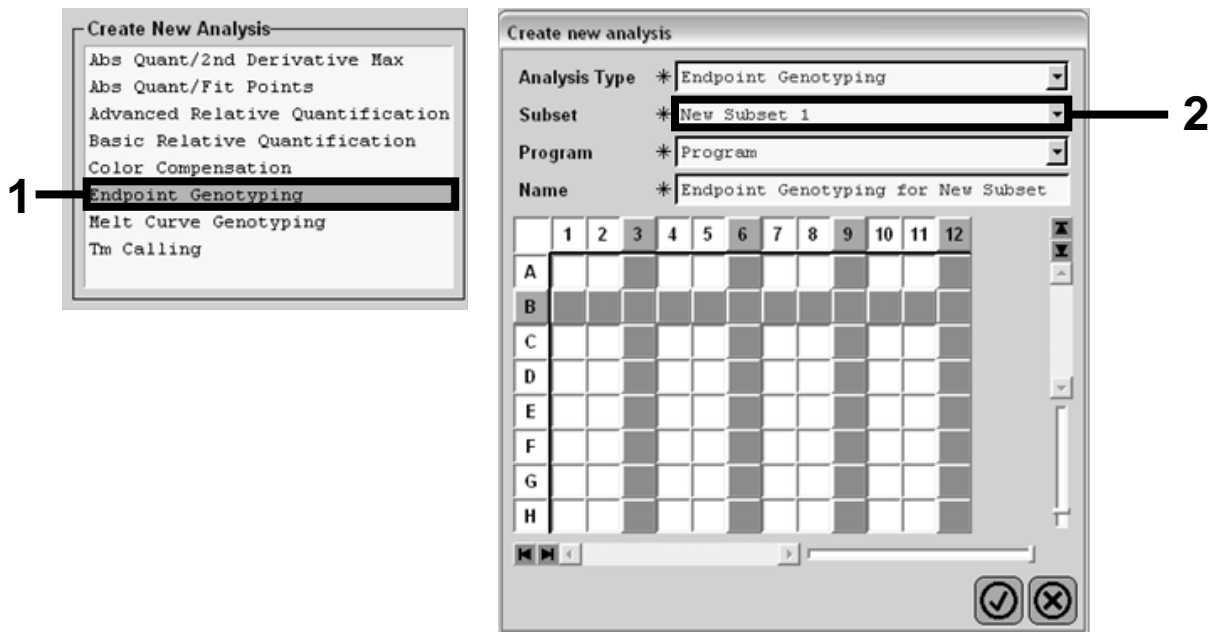

Abbildung 23. Auswahl des Analysetyps und des zu analysierenden Subsets.
14. Wählen Sie im "Create New Analysis"-Dialogfenster („Neue Analyse erstellen“) die Option "Endpoint Genotyping" („Endpunkt-Genotypisierung“) und wählen Sie dann das zu analysierende Subset im "Subset"-Menü aus (siehe Abb. 23).